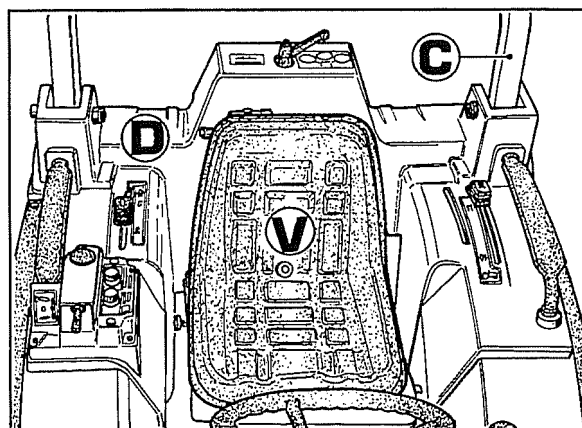

Fig. 29
1. Retirar o assento **V** fig.29.
- b. Retirar o roll-bar **C** e a estrutura de resina de vidro **D** fig.29 depois de se terem retirados todos os manípulos e o suporte dos comandos do levantador.